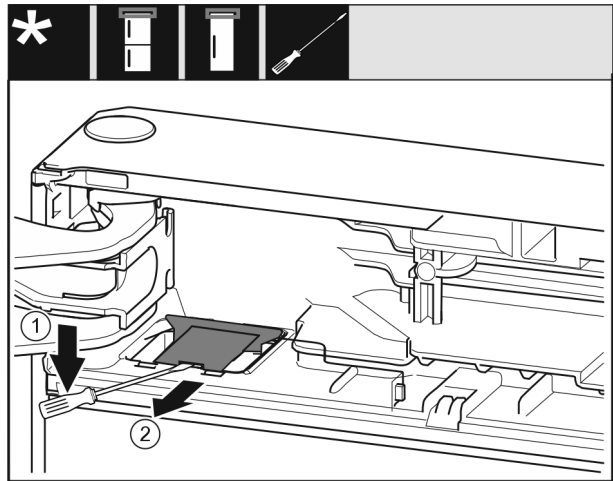

Fig. 12
- Pattintsa ki a fedelet Fig. 12 (1) lapos csavarhúzóval.
- Vegye ki a fedelet Fig. 12 (2).